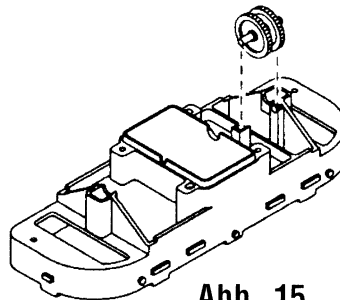

Abb. 15
- ▶ Kleine Zahnradwelle mit Zahnradpaar nach oben entnehmen (Abb. 15).